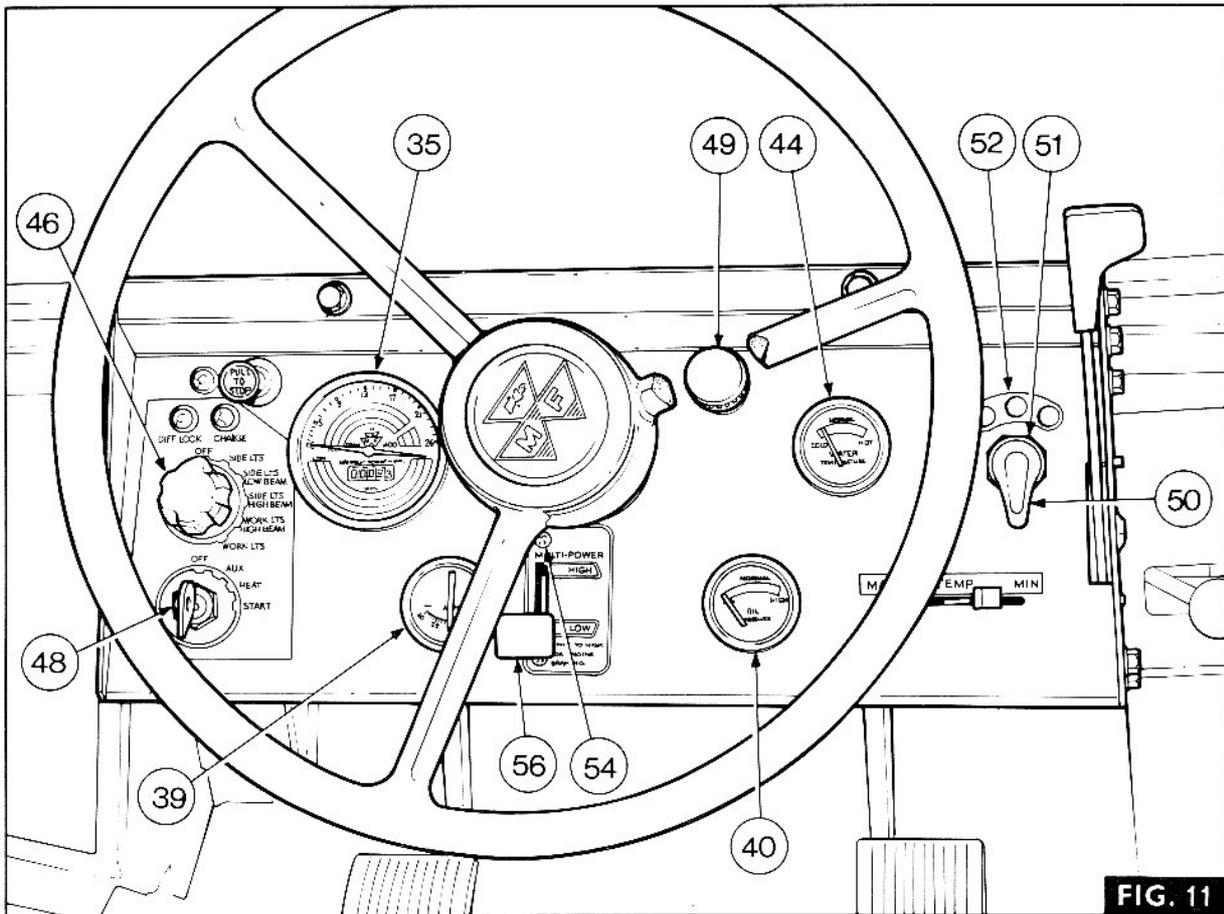

FIG. 11
3. Fig. 11. Retirer les 2 vis (54) fixant le support de la commande.